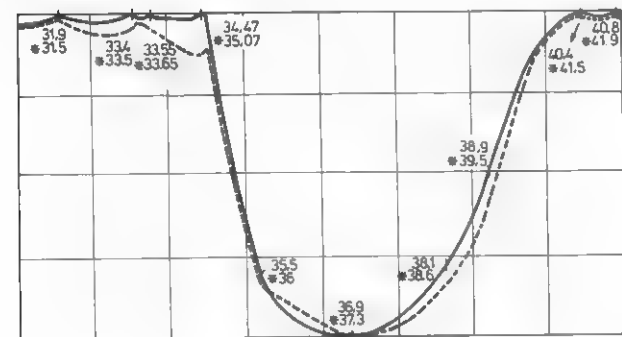

Fig. 3
- De doorlaatkromme, die nu op de oscillograaf zichtbaar wordt, moet er uitzien, zoals in fig. 3 getekend (getrokken lijn).
- De doorlaatkromme, die nu zichtbaar is op de oscillograaf moet er uitzien zoals in fig. 3 is getekend (onderbroken lijn).
f U506 g U506 r U507 aj U507 g U508 y U508	kernen zodanig instellen, dat de doorlaatkromme ontstaat, zoals in fig. 3 getekend. De amplitude van de kromme moet maximaal zijn.